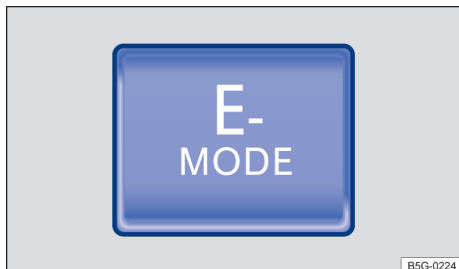

Fig. 106 Na parte inferior do console central: botão do modo de condução elétrica ampliada.
- Pressionar o botão → Fig. 106.
- **OU:** pressionar o botão → Fig. 106 repetidas vezes para alternar de um modo de condução para o próximo. O modo **Battery Charge** somente pode ser selecionado tocando na respectiva superfície de função no sistema Infotainment.
Se, durante a condução elétrica ampliada, as condições necessárias para isso deixarem de ser atendidas, a condução elétrica é encerrada com a partida do motor de combustão interna. Nesse caso, a indicação  no display do instrumento combinado se acende e a luz de controle no botão → Fig. 106 se apaga.